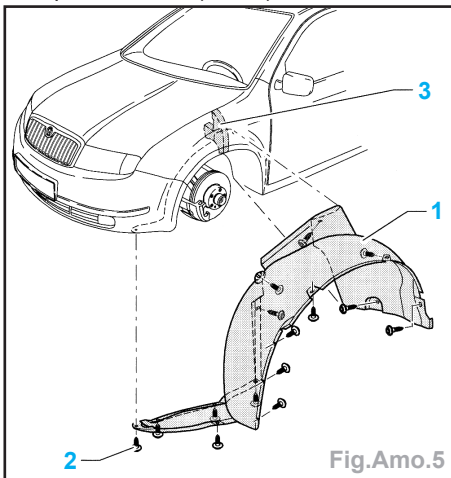

Fig.Amo.5
- la coque de roue (vis 2) (Fig.Amo.5),